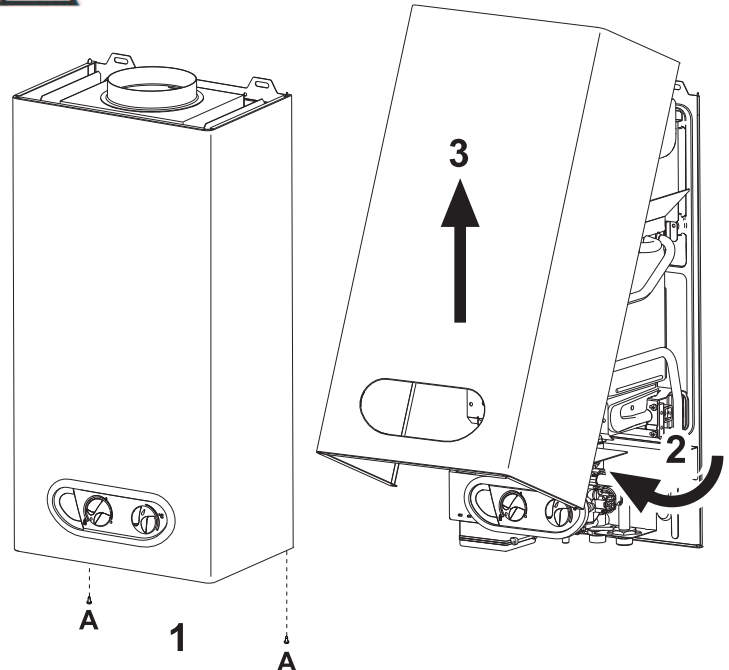

fig. 13 - Apertura de la cubierta
1. Desenrosque los dos tornillos A (fig. 13).